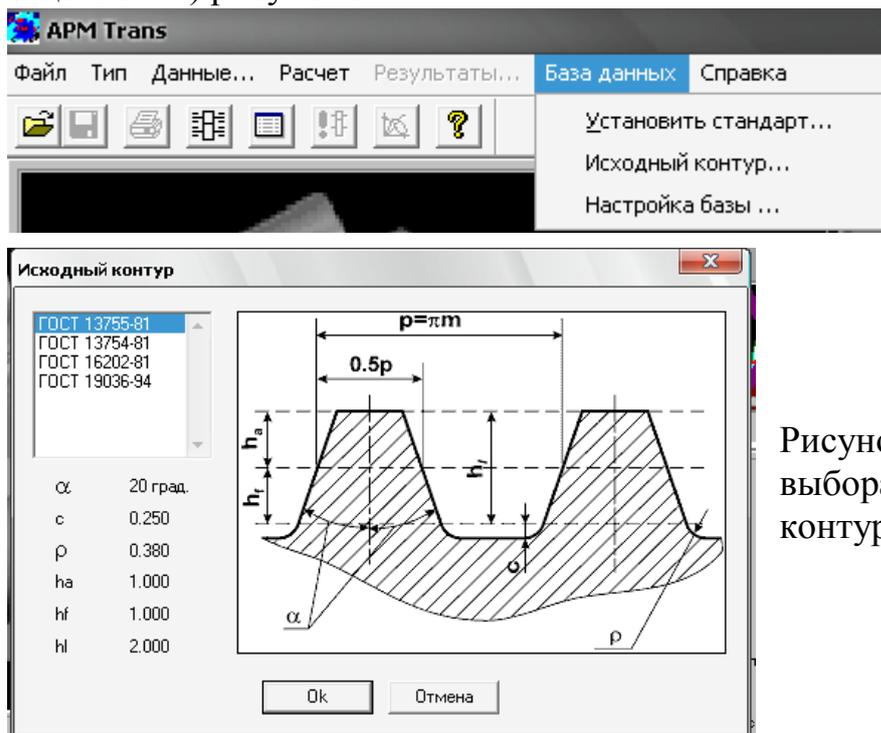

Рисунок 3 – Меню для выбора ГОСТ и исходного контура
3. Установить стандарт – ГОСТ (меню «База данных» / «Установить стандарт») рисунок 3.
исходный контур зубчатых цилиндрических колес эвольвентного зацепления) рисунок 3.